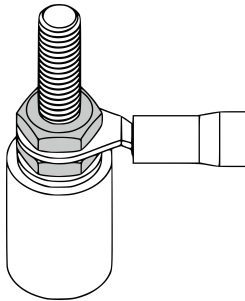

Рисунок 5.1 – Подключение соединительных проводов
5.2.7 Выполнить подключение соединительных проводов к контактам в коммутационной головке или к выводам кабеля датчика, рисунок 5.1.
При проверке подключения соединительных проводов убедиться, что затянута нижняя и верхняя гайка (см. рис. 5.1).